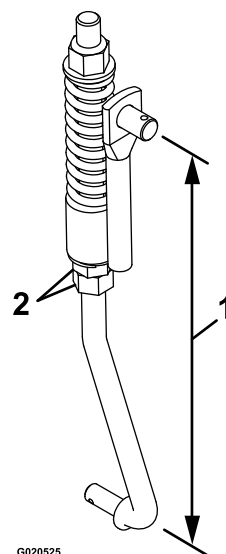

Figure 55
8. Réglez la longueur de la tringlerie à l'aide des 2 écrous situés au bas de l'ensemble ressort vertical (Figure 55).